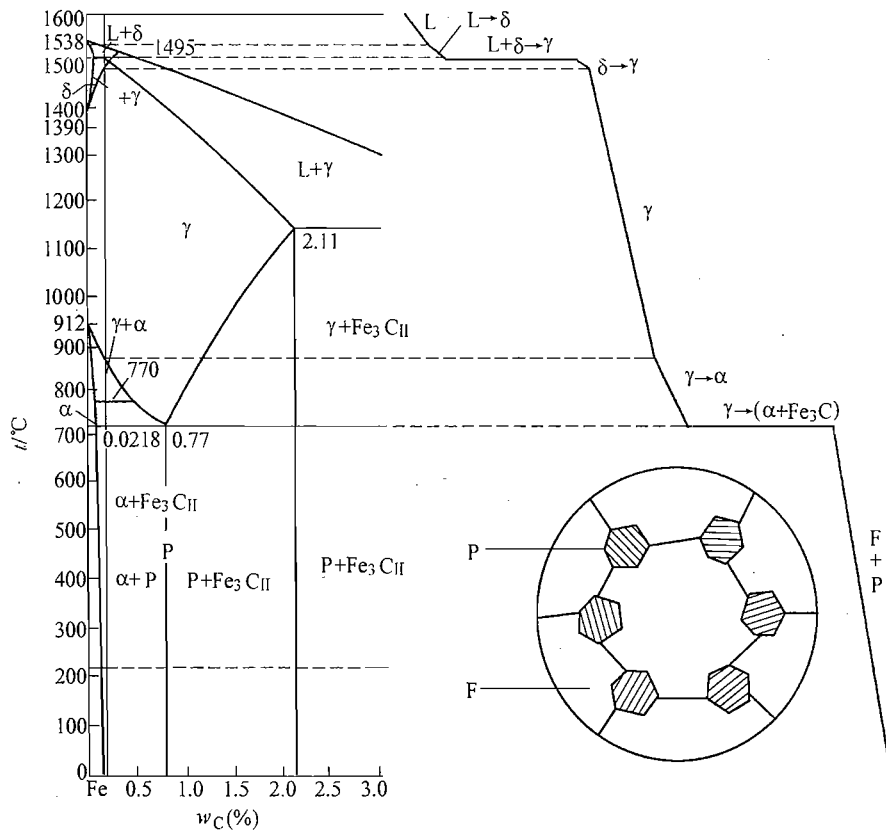

图 34-3 第五题第 4 小题解答图
4. 含 0.15% C 铁-碳合金平衡冷却到室温时的相变过程和组织示意图如图 34-3 所示。